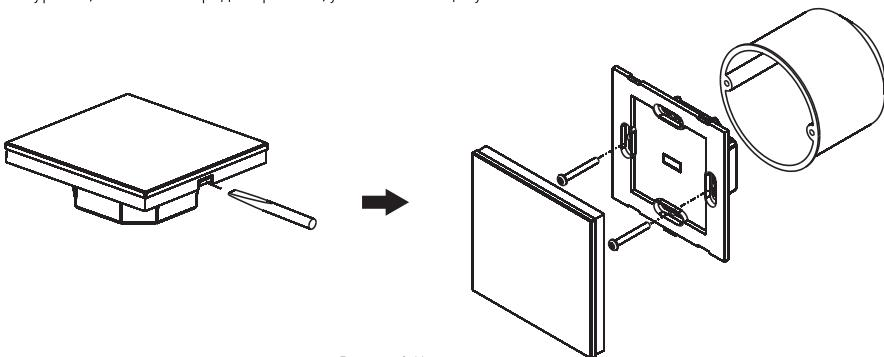

Рисунок 2. Установка панели.
3.8. Установите панель управления на место (см. рисунок 2):